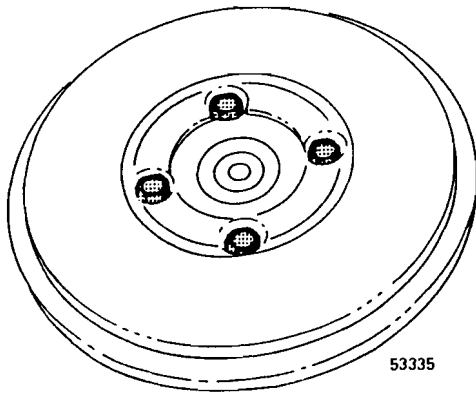

Fig. 255
- 8 Quitar los tornillos de fijación de la tapa y desmontar ésta, ver fig. 255. Quitar el anillo de estanqueidad de la caja de cojinetes.